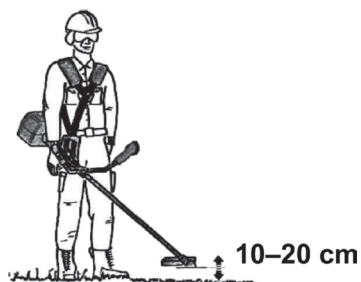

Рисунок 7. Регулювання наплічного паскового підвісу.
- послабити кріплення скоби і відрегулювати її рухом вгору-вниз до оптимального балансу мотокоси. Балансування мотокоси та регулювання пасків підвісу виконано вірно, коли різальний інструмент розташований на відстані 10–20 см від поверхні землі (див. рис. 7);